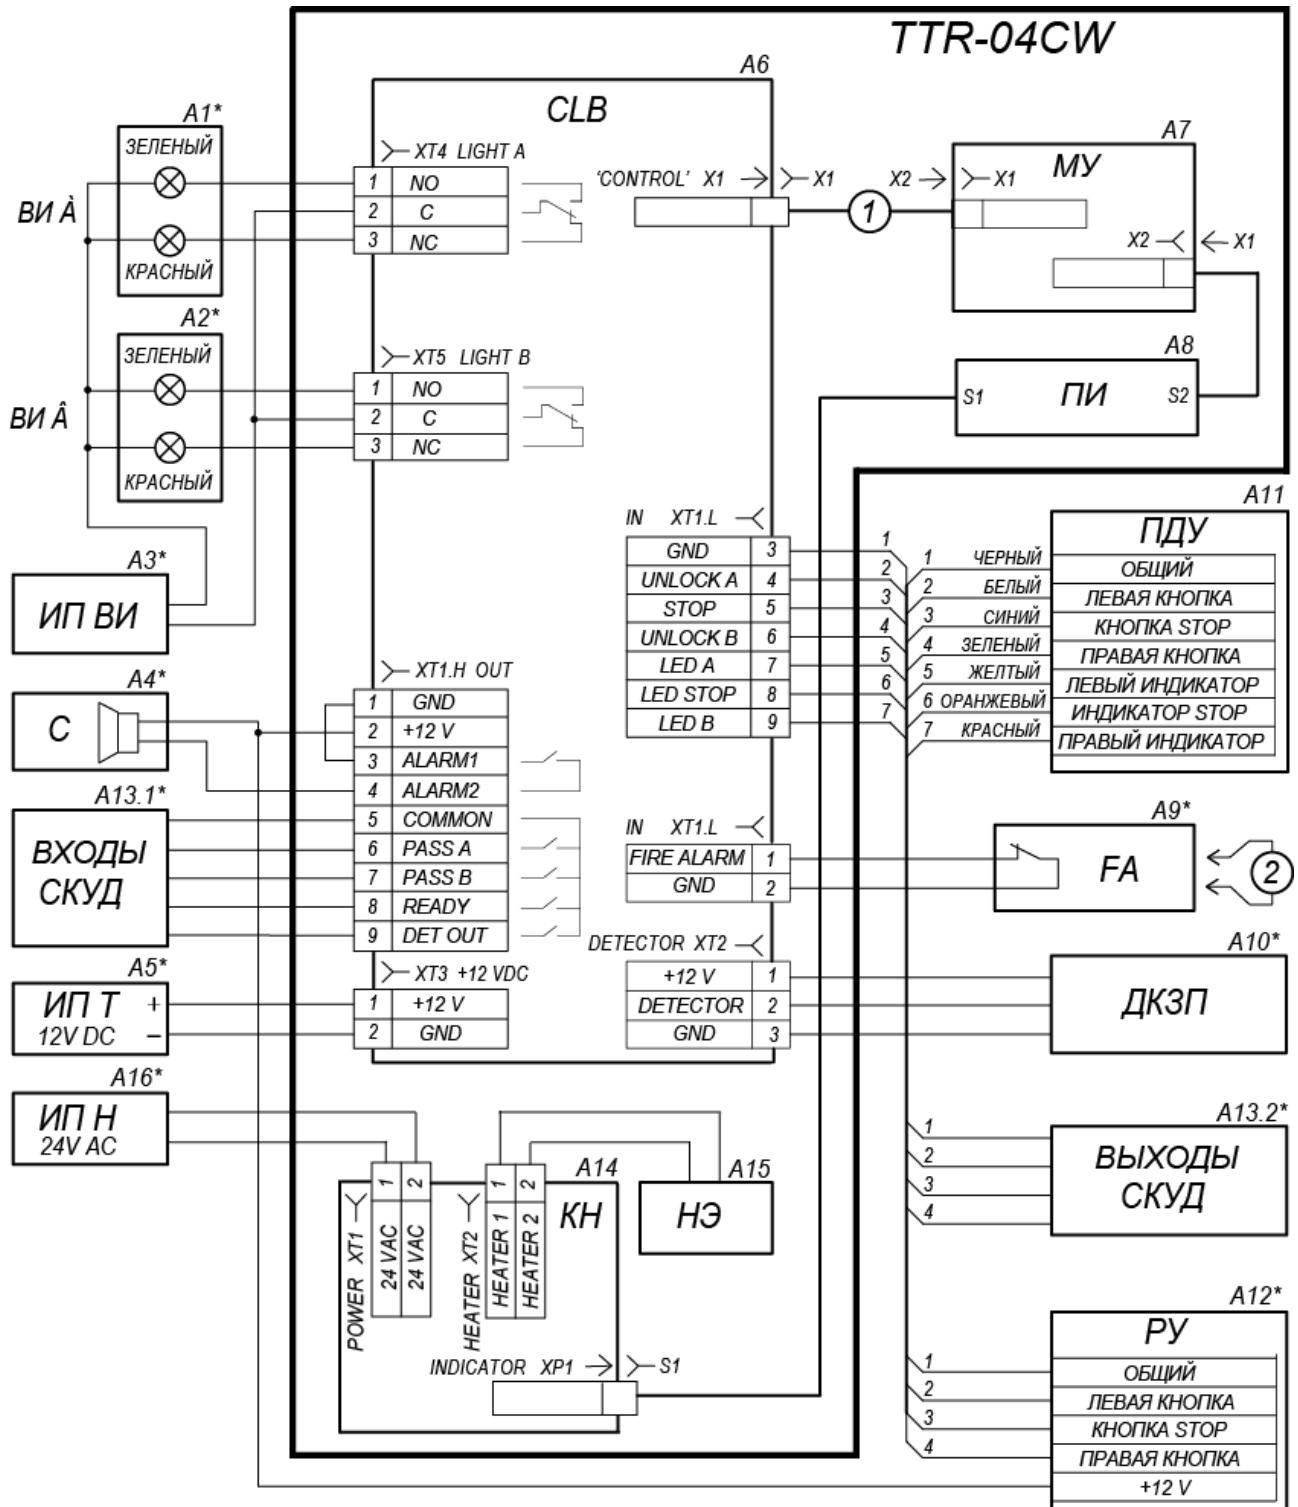

Рисунок 12. Схема электрических соединений турникета
Схема подключения турникета приведена на рис. 12. Расположение клеммных колодок на плате управления указано на рис. 5. Используемые при монтаже кабели и их максимальная длина указаны в разд. 8.3. Рекомендации по подготовке установочной поверхности и организации зоны прохода приведены в разд. 8.1. При монтаже турникета придерживайтесь следующей последовательности действий:
4. Установите источник питания турникета (8) на отведенное для него место в соответствии с инструкцией, приведенной в эксплуатационной документации на этот источник питания.
5. Подключите кабель питания (9) от источника питания турникета (8) к клеммной колодке **ХТ3** на плате управления, а также кабель от источника питания системы подогрева в соответствии с рис. 12. Подключите кабель ПДУ (11) к клеммной колодке **ХТ1.L** на плате управления. Подключите при необходимости кабели от других устройств к соответствующим клеммным колодкам платы управления (см. рис. 5 и 12).
6. Снимите крышку турникета с блоком индикации (2). Для этого:
- отверните болт крепления крышки к стойке турникета с помощью торцового ключа S10. Болт находится на наклонной поверхности стойки рядом с замком механической разблокировки (15), ниже планшайбы (3);
Таблица 3. Перечень элементов схемы электрических соединений (рис. 12)